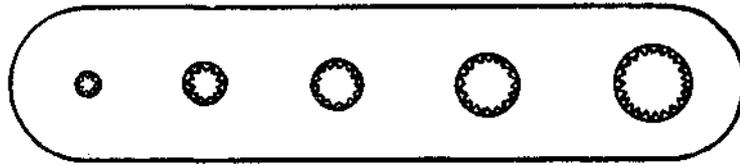

Fig. 42
*Cavilheira* (Fig. 42). — Chapa de aço, com furos dentados, em que se passa a cavilha para frisá-la.